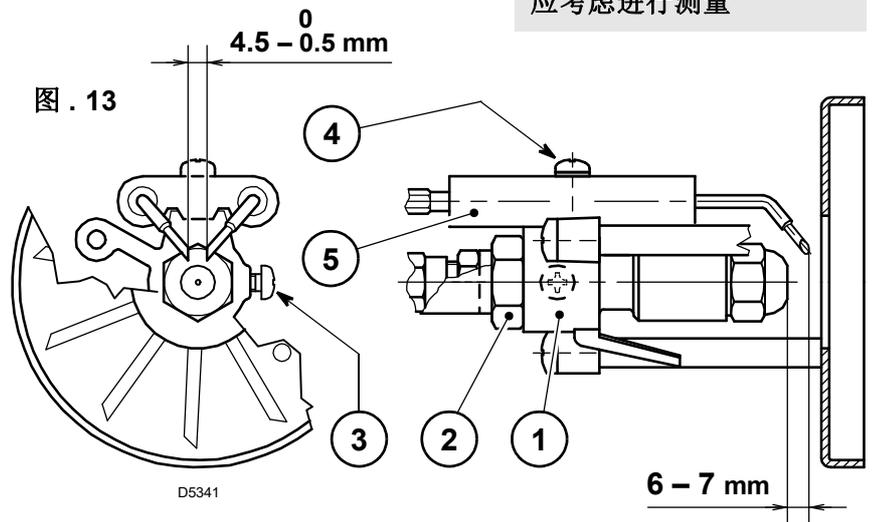

图 . 13
- ▶ 从电极上移走电缆 (4), 松开固定螺钉 (3, 图 . 13, P. 7) 后从喷嘴座 (1) 上移走旋流盘组件 (8).
### 4.4 电极的调整 (图 .13)
- ▶ 如需要更换喷嘴 (图 . 12, P. 6) 和检查电极的位置 (图 . 13, P. 7).